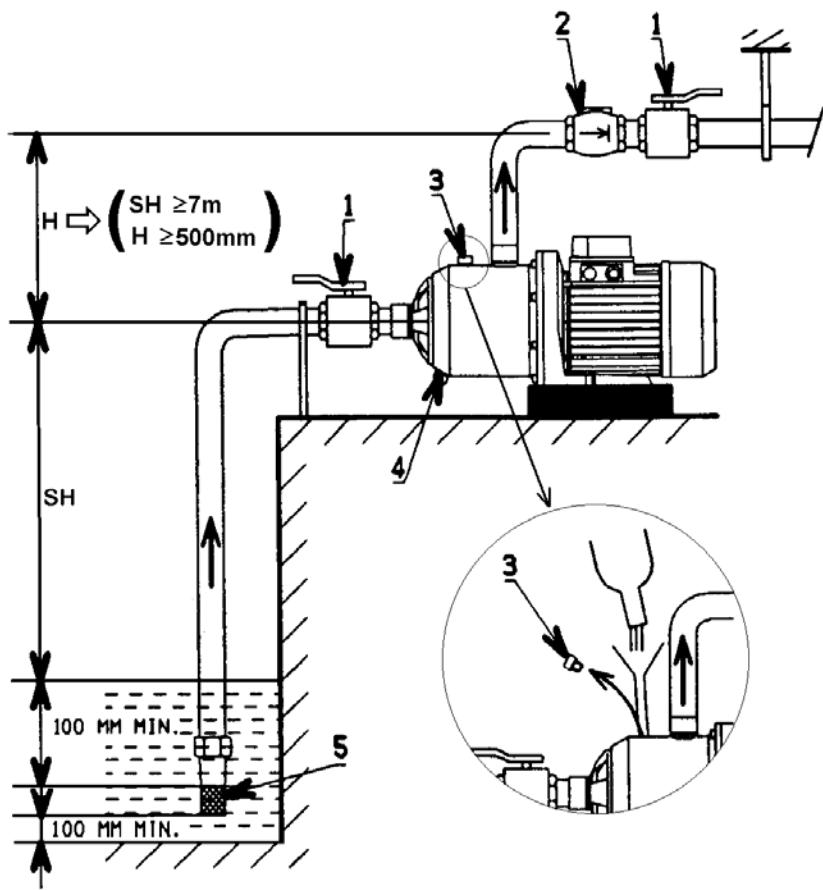

Рис. 3
- ◆ Диаметр всасывающего трубопровода/шланга должен быть не меньше номинального диаметра всасывающего патрубка насоса. Для насосов серии 6 м3/ч и всасывающей высотой (SH) более 6 м минимальный внутренний диаметр всасывающего трубопровода равен 28 мм. Всасывающий трубопровод должен быть абсолютно герметичным.
- ◆ При высоте всасывания (SH)  $\geq$  7 м необходимо иметь вертикальный участок напорного трубопровода высотой не менее 500 мм (рис. 3)
### Пуск насоса в режиме всасывания (рис. 3)